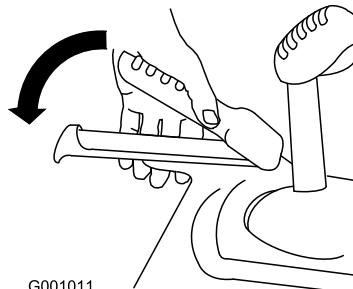

Рисунок 35
- Для включения привода тяги прижмите левый рычаг (тяги) к рукоятке (Рисунок 35).